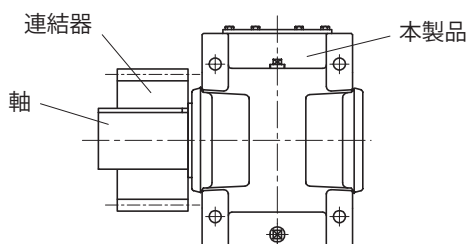
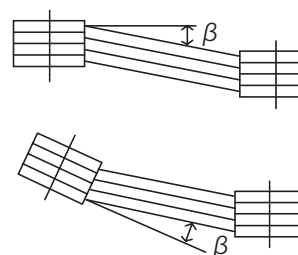

図 5-3
図 5-4
(2) チェーン、スプロケット、ギヤを使用する場合
- ・スプロケットやギヤは荷重の作用点が軸中央より本製品側へくるようにしてください。（図5-3）
(3) Vベルトを使用する場合
- ・両プーリ間の平行度、偏心度 β は $20'$ （20分）以内としてください。（図5-4参照）